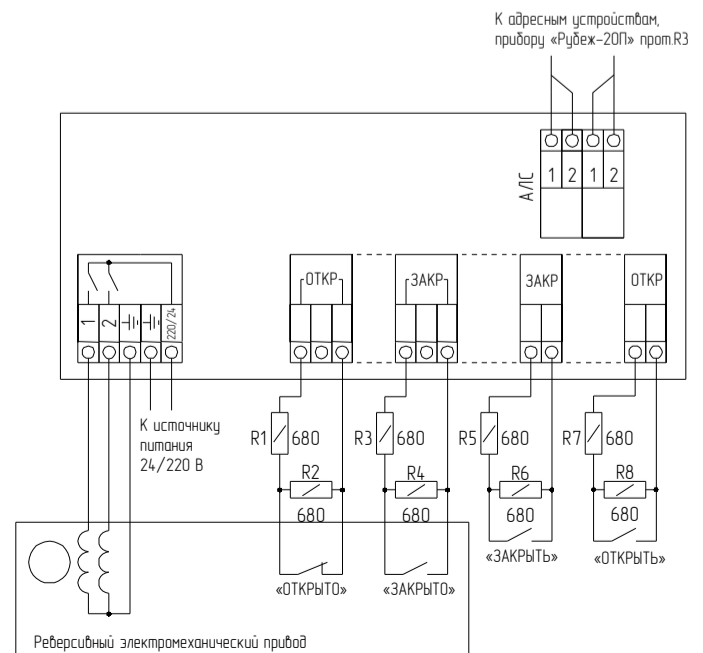

Рисунок 2 (заслонка клапана в положении «Открыто»)
• Реверсивный привод (рисунок 2)